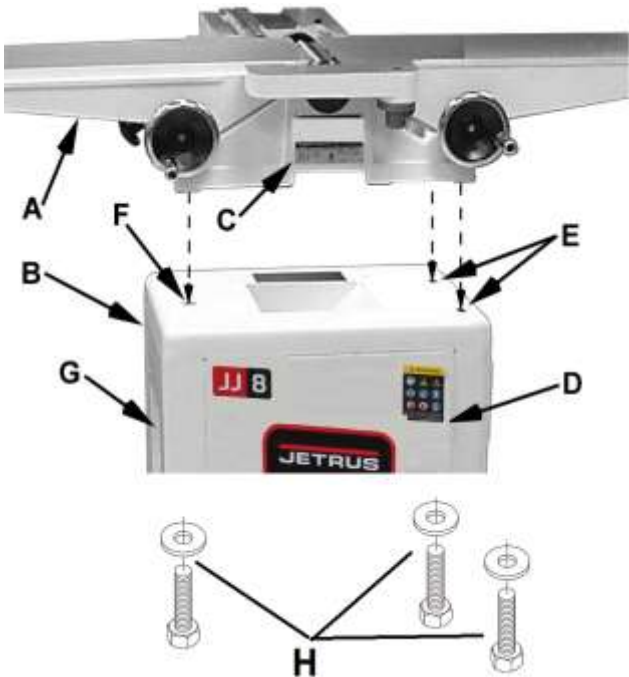

Рис. 2
Установите машину на подставку так, чтобы шкивы были с одной стороны, и закрепите тремя болтами с шестигранной головкой (H, M10x16) и стопорными шайбами, которые входят в комплект поставки, завинчивая снизу (см. рис. 2)
- см. рис.2:
1. Установите станину в сборе (A) на подставку (B). Убедитесь, что идентификационная табличка (C) на кровати обращена в том же направлении, что и этикетка JETRUS (D) на подставке.
2. Совместите два отверстия в верхней части подставки (E) с отверстиями в станине в сборе, если смотреть через дверцу для доступа в задней части подставки.
3. Прикрепите подставку к станине в сборе с помощью двух стопорных болтов M10x16 и стопорных шайб (H, рис. 2). В данный момент затягивайте только вручную.
4. Совместите третье отверстие в подставке (F) с отверстием в станине в сборе, если смотреть через пылесборник (G).
5. Вставьте третий стопорный болт M10x16 и стопорную шайбу в пыльник (G), чтобы закрепить кровать на подставке.
6. Затяните все три стопорных болта H (рис. 2) гаечным ключом диаметром 14 мм.